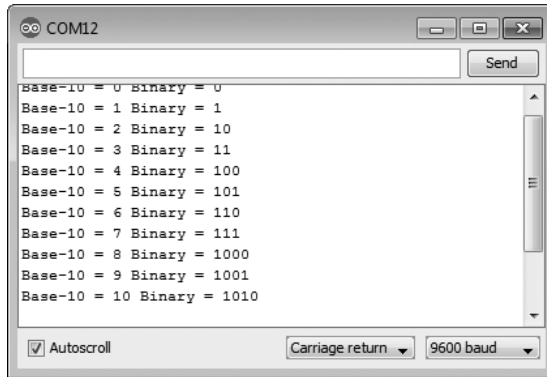

Abb. 6–3 Ausgabe von Listing 6–2
Über die Funktion `Serial.print()` geben wir den Inhalt der Bytevariablen mit DEC als Dezimalzahl aus (❶) und mit BIN als Binärzahl (❷). Nach dem Hochladen des Sketches wird die Ausgabe im seriellen Monitor angezeigt (siehe Abbildung 6–3).